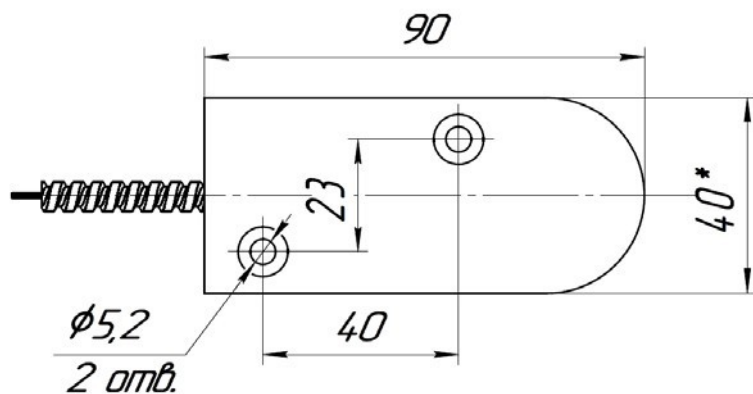

Рис.2
- 1.12 Расположение и диаметр крепежных отверстий ИО102-40 приведены на рис.1 и рис.2.